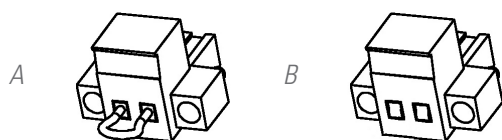

Fig. 6. Connecteur pour l'EPO externe.
- Au retrait du connecteur femelle de la prise où il est inséré. Ce connecteur a un câble connecté en mode pont qui ferme le circuit (voir Fig. 6- A),
- ou en appuyant sur le bouton externe à l'équipement et appartenant à l'utilisateur et installé entre les bornes du connecteur (voir Fig. 6- B). La connexion dans le bouton